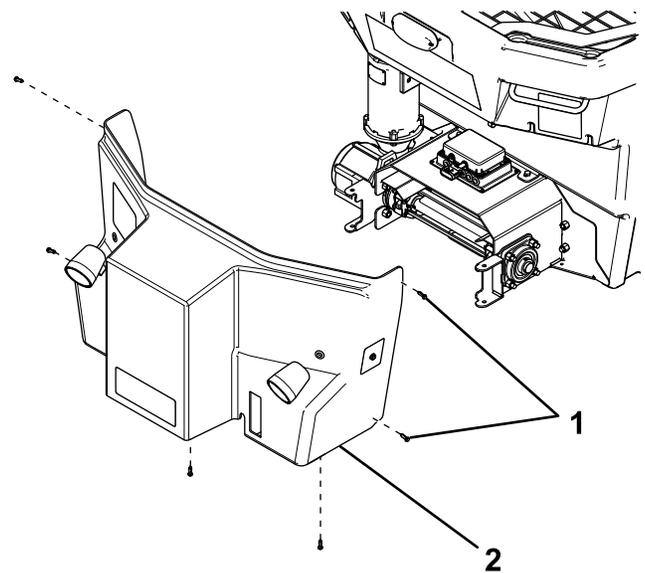

Bild 10
- Entfernen Sie die Kunststoffclips, mit denen die hintere Abdeckung am Füllkasten befestigt ist (Bild 10).